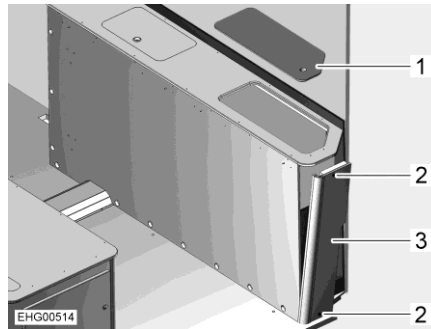

Fig. 136 Cassone letto a destra
- Rimuovere il coperchio di servizio (Fig. 136,1).
- Svitare le 2 viti (Fig. 136,2).
- Accedere al cassone letto dall'alto e spingere leggermente il pannello laterale (Fig. 136,3) verso l'esterno.